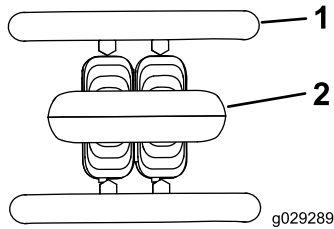

Bild 6
- Lassen Sie den Fahrtriebshebel los, um die Maschine anzuhalten (Bild 6).